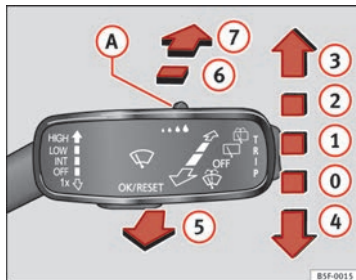

Abb. 64 Bedienung von Windschutz- und Heckscheibenwischer
- Scheibenwischerhebel kurz nach unten drücken ⇒ Abb. 64 ④.